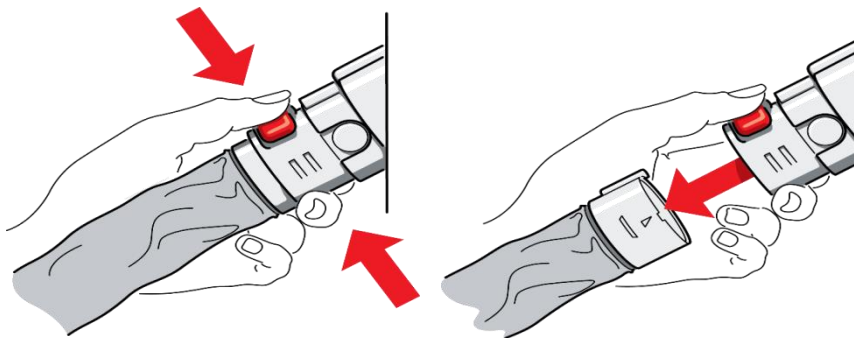

Abb. 14: CPR-Notfall - Entleeren der Matratze
- e. Drücken Sie die **CPR-Taste**, um den Konnektor zu teilen (Abb. 14). Die Matratze entleert sich.